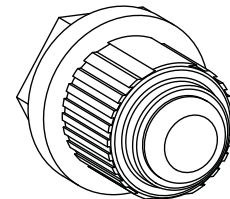

Fig. 28-1
- 3. Appuyez et maintenez enfoncé le bouton d'allumage électronique (voir Fig. 28-1). L'allumeur commence à susciter un déclic rapide.